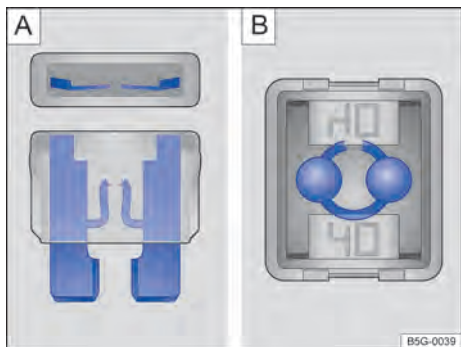

Fig. 231 Fusível queimado: **A**) fusível plano, **B**) fusível de bloqueio.
- Um *fusível plano* (ATO®, MINI®) queimado é reconhecido de cima ou de lado pela carcaça transparente nas faixas metálicas derretidas ⇒ Fig. 231 **A**).
- Um *fusível de bloqueio* (JCASE®) queimado é reconhecido pelas faixas metálicas derretidas por cima da carcaça transparente ⇒ Fig. 231 **B**).